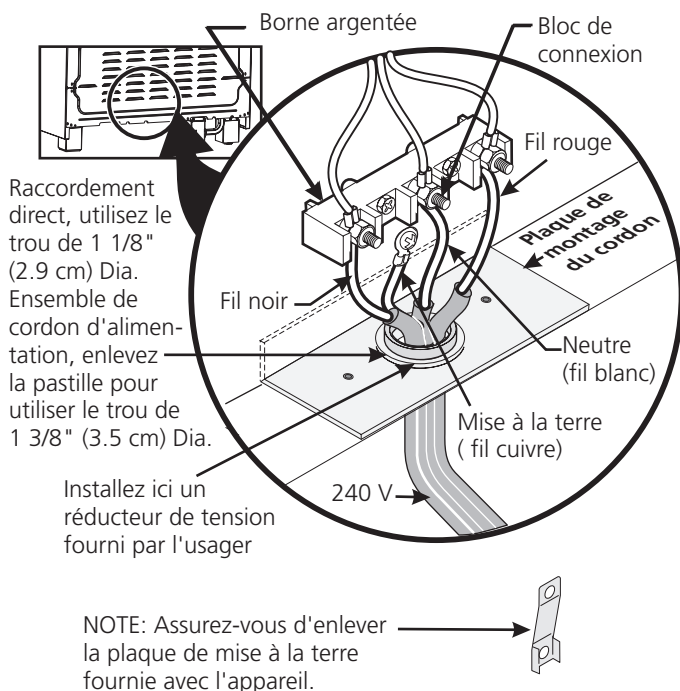

Figure 10
endroit où les codes locaux interdisent la mise à la terre au moyen du conducteur neutre, un cordon d'alimentation de 4 conducteurs d'un minimum de 125/250 volts, certifié pour l'utilisation avec cuisinière doit être utilisé (voir Figure 10).
4. Branchez le fil de mise à la terre (vert) du cordon d'alimentation cuivré, au châssis de l'appareil avec la vis de mise à la terre, à l'aide du trou dans le châssis à l'endroit où la bande de mise à la terre a été enlevée (voir Figure 10).
6. Remplacez les 3 écrous sur les bornes du bloc de connexion (voir Figure 10).